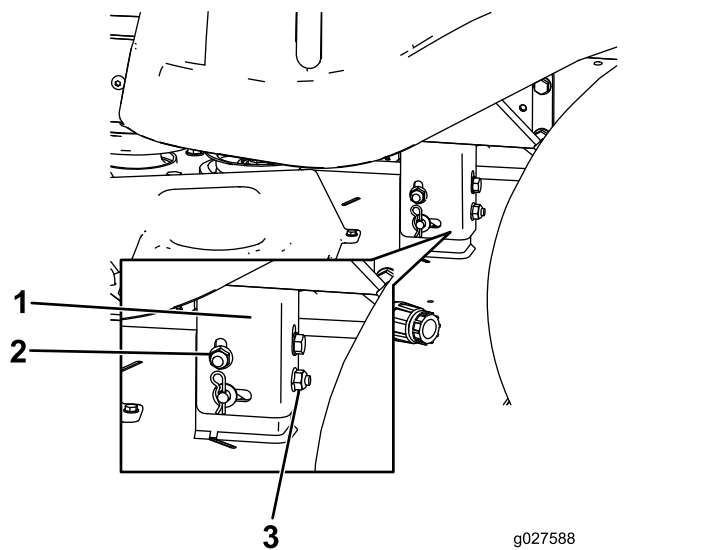

Figura 52
8. Eleve o baje el lado izquierdo de la carcasa de corte girando la tuerca trasera (Figura 52).